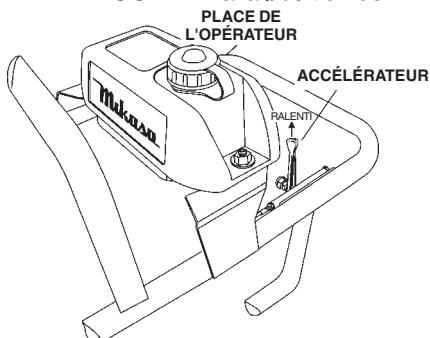
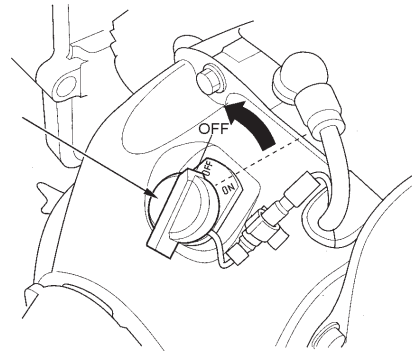

Figure 10. Accélérateur (position de ralenti)
Figure 11. Interrupteur ON/OFF (position OFF)
1. Déplacer rapidement l'accélérateur de la position **COMPLÈTEMENT OUVERT** à la position de **RALENTI** (figure 10) et laisser tourner le moteur trois minutes au ralenti. Une fois que le moteur a **refroidi**, basculer l'interrupteur ON/OFF en position **OFF** (figure 11).